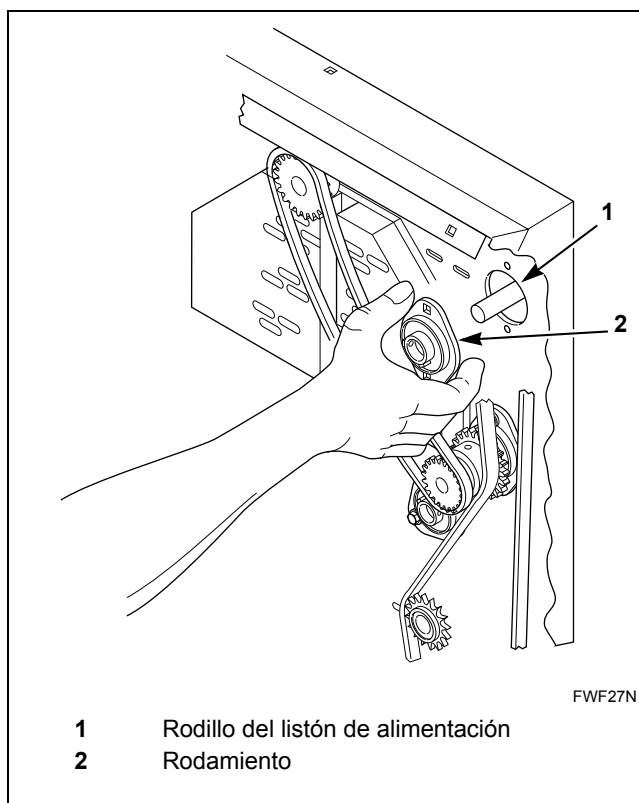

Figura 33
7. Quite el cojinete al presionar hacia la izquierda. Consulte la *Figura 33*.